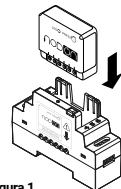

figura 1
- ① Corte el suministro eléctrico general del cuadro eléctrico.
- ② Desenrosque los terminales del módulo que desea conectar.
- ③ Introduzca el módulo en el adaptador para carril DIN respetando el sentido de introducción del módulo; la bornera debe situarse a la izquierda (ver la figura 1). Compruebe que los terminales se hayan desenroscado correctamente y asegúrese de no doblar las clavijas situadas en el interior de la caja.